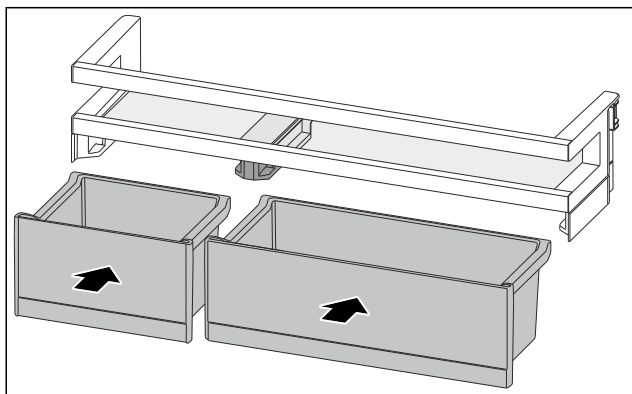

Fig. 119
- Umetnite kutije VarioBox izmijenjenim redoslijedom. (pogledajte Fig. 119)